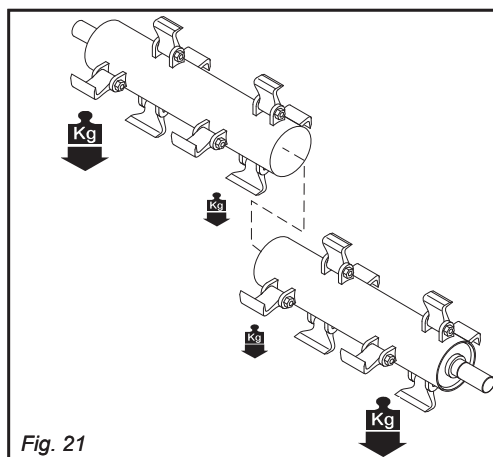

Fig. 21
- **Sistemare le coppie più pesanti alle due estremità del rotore, le coppie più leggere al centro (Fig. 21).**
- ***Install the heaviest pairs at the two ends of the rotor and the lighter pairs in the middle (Fig. 21).***
- **Placer les paires les plus lourdes aux deux extrémités du rotor, les paires les plus légères au centre (Fig. 21).**
- ***Die schwereren Messerpaare an den beiden Enden des Rotors anordnen, die leichteren Paare im Mittelpunkt anordnen (Abb. 21).***
- **Ubicar los pares más pesados en las dos extremidades del rotor, los pares menos pesados al centro (Fig.21).**